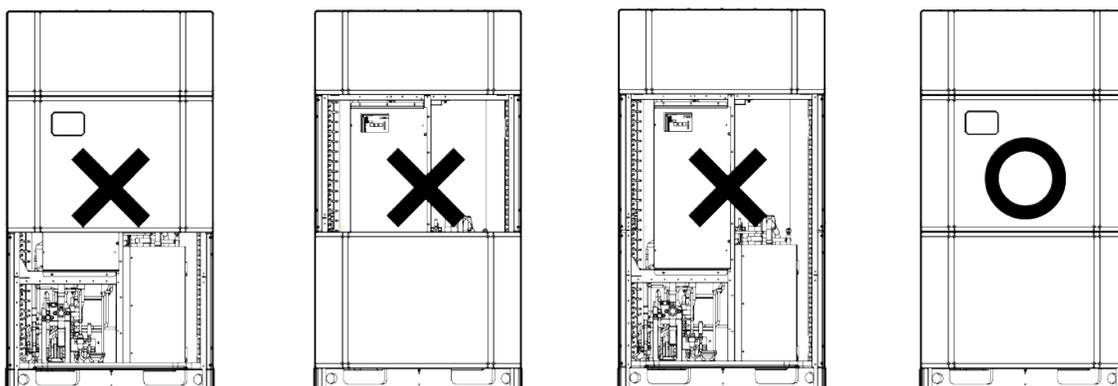

Рис.4.2.2
- (2) На початку пусконаладжувальних робіт система автоматично вибирає режим роботи відповідно до поточної температури зовнішнього повітря.
(3) Під час налагодження передня панель зовнішнього блоку має бути повністю закрита, інакше це вплине на точність налагодження (як показано на Рис. 4.2.2, який показано нижче).